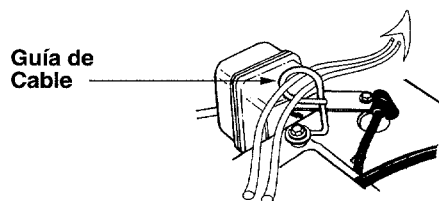

Figura 10
- Deslice los cables que se extienden desde el panel del mango a la canaleta dentro de la guía de cable ubicada al tope del motor. Vea la Figura 10.